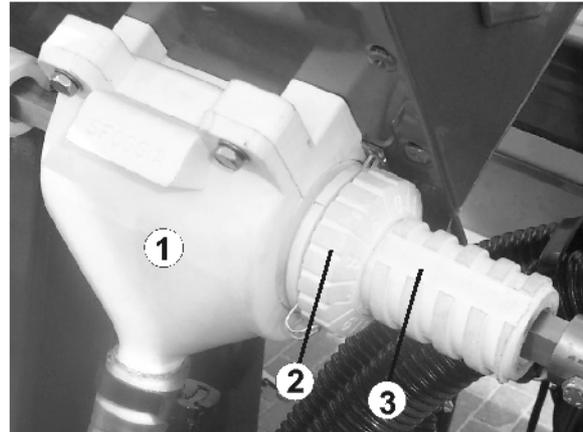

Fig. 43
L'unité de dosage (Fig. 43/1) est composée
- d'une trappe réglable qui module le débit par le biais de la section d'ouverture. La roue de réglage (Fig. 43/2) est tournée sur la position requise pour moduler les quantités de dosage requises.